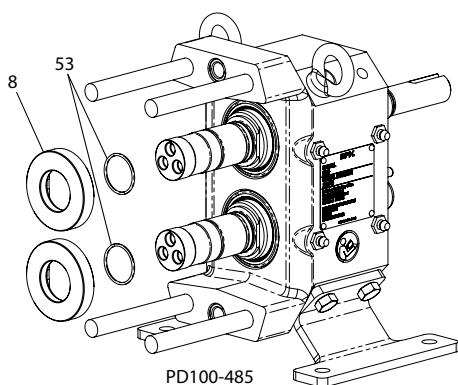

Abb. 34 - Dichtungssitze entfernen
1. Entfernen Sie die Dichtungssitze (Abb. 34, Einzelheit 8) von den Wellen. Achten Sie darauf, dabei nicht die Sitze oder die Wellen zu beschädigen.